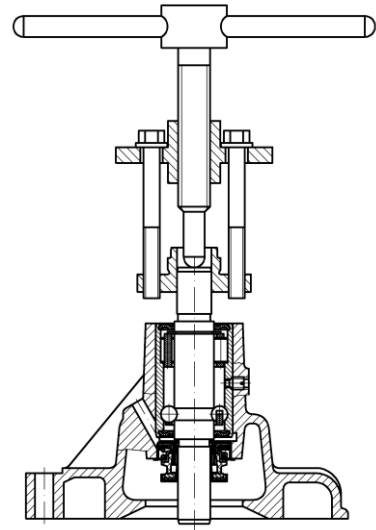

Рис.61. Снятие ступицы
- с помощью специального приспособления снять ступицу шкива насоса (рис.61);